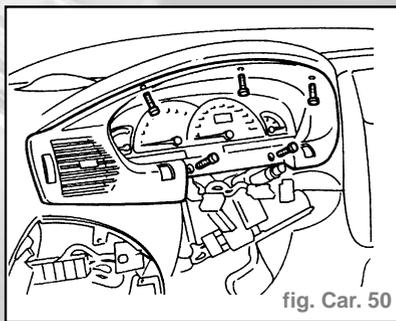

fig. Car. 50
- Dévisser les vis indiquées, ensuite déplacer légèrement le cadre du combiné de bord, débrancher les connecteurs et déposer le cadre du combiné de bord (fig. Car. 50).